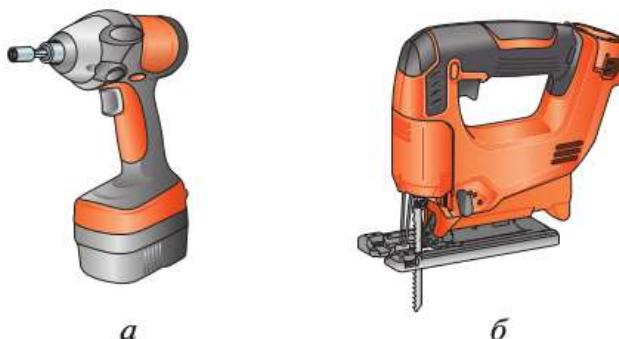

Рис. 5.65. Аккумуляторный инструмент: а — шуруповёрт; б — лобзик
- *Шуруповёрт аккумуляторный (рис. 5.65, а) питается от сменных аккумуляторов. Обладает возможностью изменения направления вращения шпинделя (по часовой стрелке и против), скорости вращения и величины крутящего момента.*
- *Лобзик аккумуляторный (рис. 5.65, б) — высокотехнологичное режущее устройство, использующееся для криволинейных, прямолинейных и сложных пропилов древесины, пластика, камня, керамической плитки и даже стальных листов. Лобзик аккумуляторный предназначен для автономной работы без подзарядки на протяжении нескольких часов.*